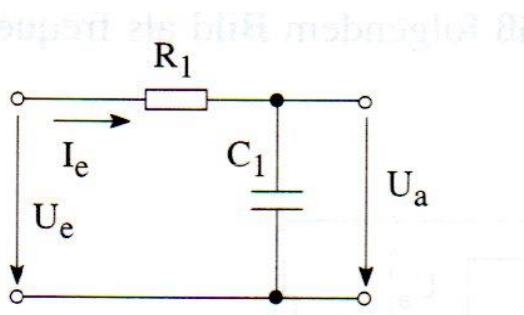

Abb. 4: RC- Schaltung unbelastet
2.1.1 Berechnen Sie für die Schaltung Abbildung 4 die Spannung U_a für die folgenden Frequenzen $f = 100 \text{ Hz}$ **11 Punkte**